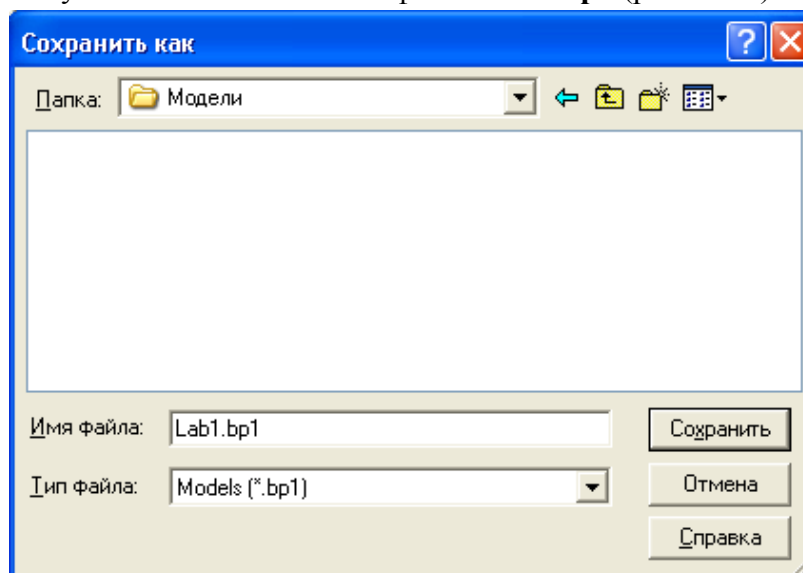

Рис. 1.27. Диалоговое окно сохранения документа.
3. Укажите путь к своей папке и имя файла **Lab1.bp1** (рис. 1.27.).